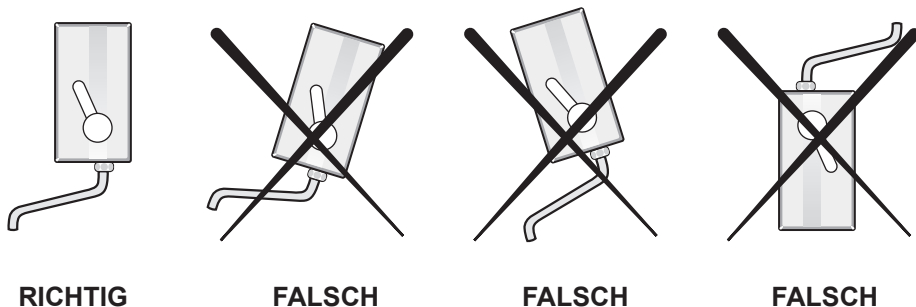

Abb. 1
- Das Gerät ausschließlich wie in Abbildung 1 dargestellt bedienen.
Die Überwurfmutter (1) an der Rückseite des Durchlauferhitzers und die Dichtung (2) mit der Kaltwasserleitung mit $\frac{1}{2}$ " Außengewinde verschrauben. Ist diese Verschraubung fest genug, um den Durchlauferhitzer während der Bedienung in der senkrechten Position (s. Abb. 1) zu halten, besteht keine Notwendigkeit das Gerät zusätzlich an der Wand zu befestigen. Ist die Verschraubung nicht ausreichend, muss der Durchlauferhitzer noch zusätzlich fixiert werden. Dazu den Deckel des Wassermischers abnehmen (Abb. 3, Pos. 4), die Schraube (Abb. 3, Pos. 5) lösen und den Wassermischer abnehmen. Die Schrauben an den Geräteseiten lösen und das Gehäuse abnehmen. Während das Gerät mit der Kaltwasserleitung verschraubt ist, die Platzierung des Dübels (6) markieren und die Distanzhülsenlänge durch entsprechenden Zuschnitt anpassen. Den Durchlauferhitzer von der Kaltwasserleitung lösen und eine 6mm breite Öffnung an der markierten Stelle bohren. Den Dübel einsetzen. Die Überwurfmutter mit der Dichtung erneut, jedoch zunächst nur leicht, mit der Wasserleitung verschrauben. Den Durchlauferhitzer nun mit Hilfe der Schraube (4)